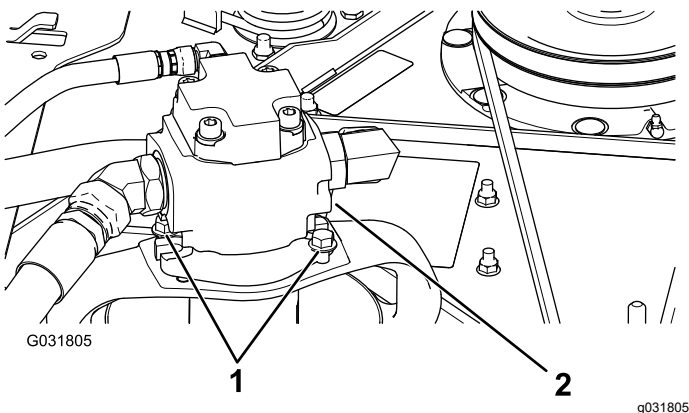

Figure 125
5. Enlevez les boulons qui fixent le moteur hydraulique au tablier de coupe (Figure 125).
3. Enlevez les boulons qui fixent le moteur hydraulique au tablier de coupe (Figure 125).